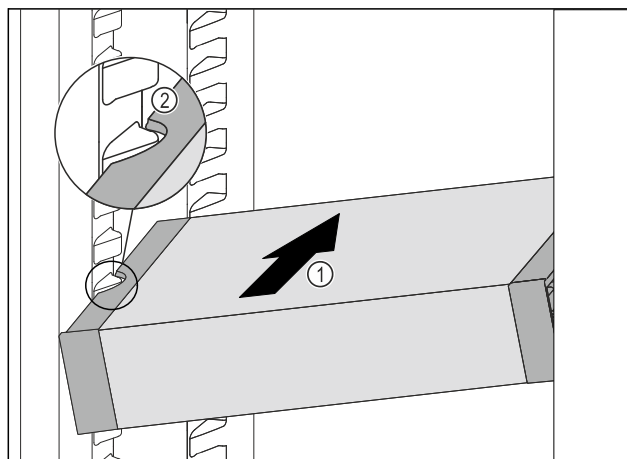

Fig. 47
- Skyv VarioSafe skrått inn i kjøleskapsdelen Fig. 47 (1), til utsparingene på sidene av Fig. 47 (2) VarioSafe er på nivå med rillene i kjøleskapet.